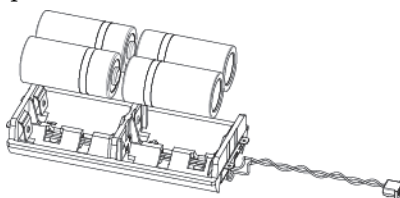

Figura 11
3. Insertar la nueva batería teniendo en cuenta la polaridad (ver la Figura 11).